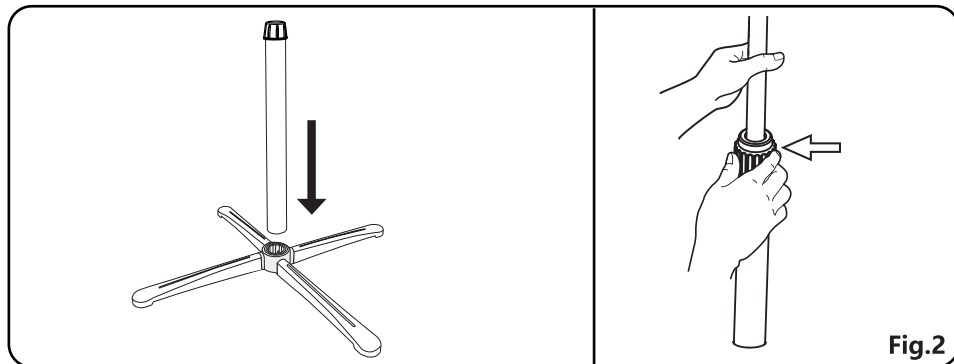

Fig.2
2. Dévissez la bague de réglage de la hauteur pour la desserrer, puis faites glisser le cache des vis vers le bas. Soulevez le support interne au maximum de sa hauteur tout en l' empêchant de glisser dans le support extensible. Remettez ensuite la bague de réglage en hauteur et serrez. (Fig.2)